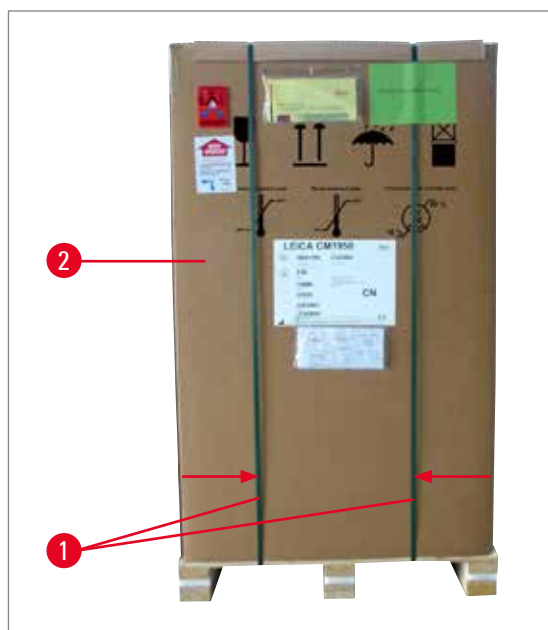

Fig. 1
2. Stå ved siden af kassen, og skær strippen over på det viste sted (se filene på (→ Fig. 1)).